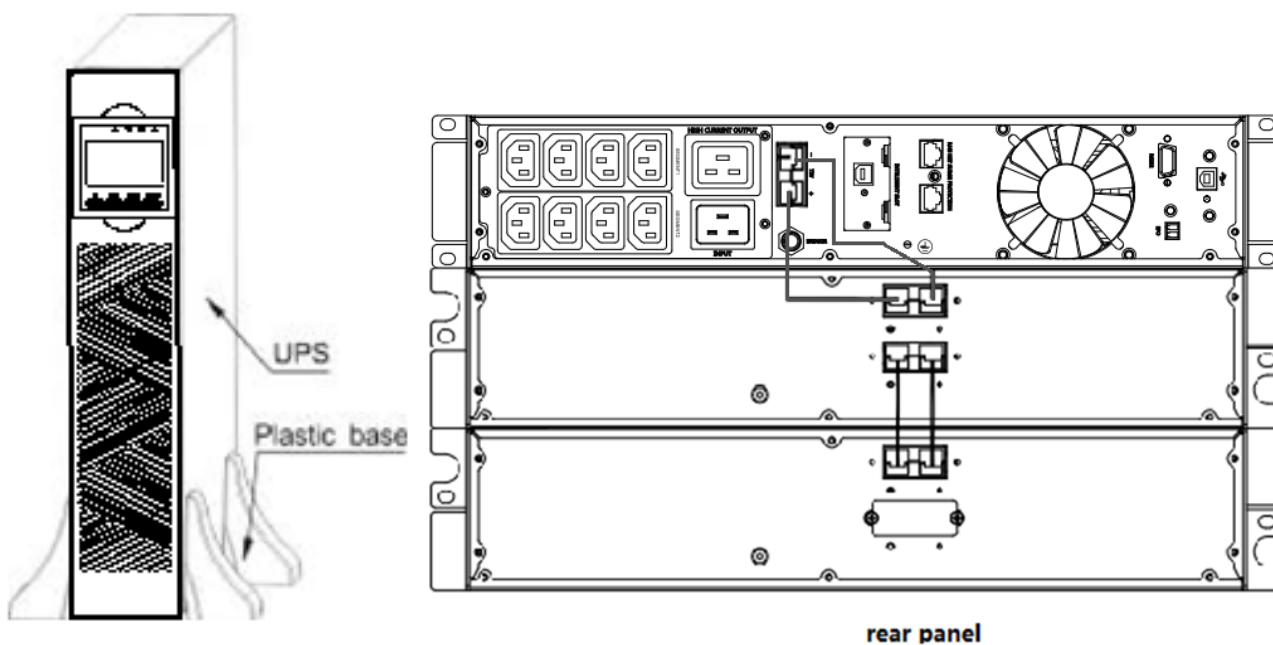

Abbildung 14
- Die Installation zwischen USV und EBP ist in Abbildung 14 zu sehen